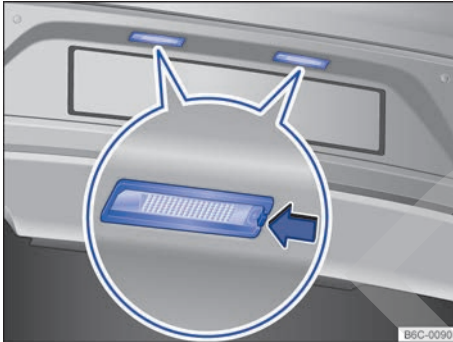

Fig. 133 En el parachoques trasero: luz de la placa de licencia.
2. Con la ayuda de un destornillador, presionar la traba → fig. 133 (flecha) para desmontar el conjunto.